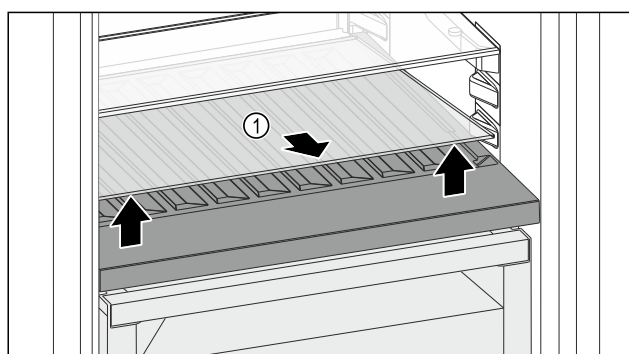

Fig. 92
- ▶ Приподнимите стеклянную пластину Fig. 92 (1) за выемку спереди и извлеките.
- ▶ Уложите стеклянную пластину Fig. 92 (1) на хранение вне устройства.